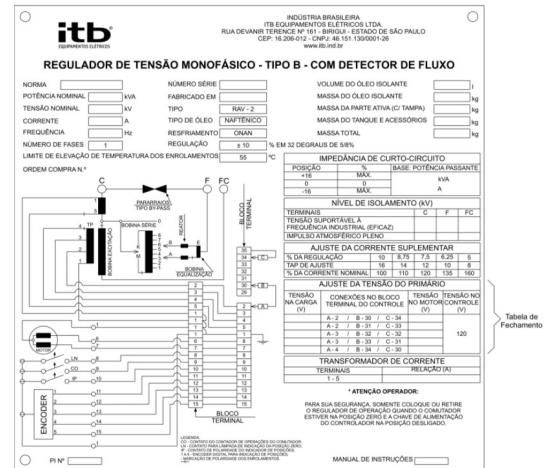

Figura 11: Placa de identificação.
9. Verifique se o fechamento do TP está adequado para a tensão de linha conforme indica a placa de identificação figura 11.
A placa de identificação indica o fechamento adequado dos terminais "A", "B" e "C" que será diferente para cada tensão de sistema aplicável conforme mostra em destaque a figura 11.